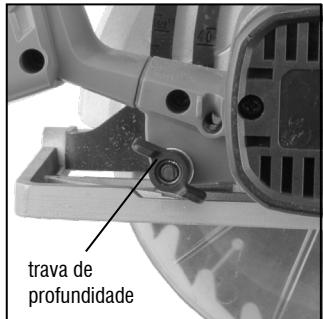

Fig. 6 – Alavanca de travamento de profundidade
- Solte a alavanca de travamento de profundidade (Fig. 6).